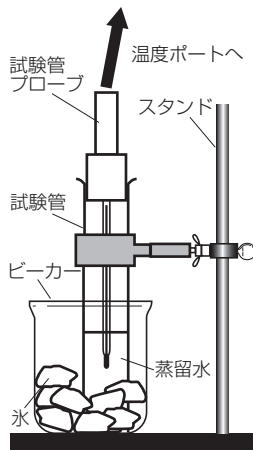

図4 実験2の装置
- 1) ビーカー内に氷と食塩を入れて掻き混ぜ、図4のようにセットする。